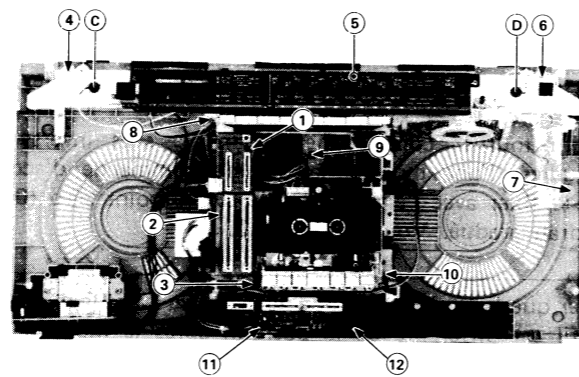

Figure 7-4
- 2) Remove the screws (1), (2) and (3) from the output volume/record level control P.W.B., and take the P.W.B. off. See Fig. 7-4.
- 2) Detach the built-in microphones (C) and (D) from the frame. See Fig. 7-4.
- 4) Remove the screws (4) to (7) from the frame, and take it off. See Fig. 7-4.
- 2) Pull out the built-in microphones (C) and (D), the socket (E) connected to the radio P.W.B. and the sockets (G) and (H) connected to the power amplifier P.W.B. See Figs. 7-4, 7-5 and 9-2.
- 3) Remove the screws (8) to (12) from the frame, and take it off.
- 2) Die Schrauben (1), (2) und (3) von der Ausgangslautstärke-/Aussteuerungsregler-Leiterplatte abschrauben und die Leiterplatte entfernen. Siehe Abb. 7-4.
- 2) Die eingebauten Mikrofone (C) und (D) vom Rahmen entfernen. Siehe Abb. 7-4.
- 4) Die Schrauben (4) bis (7) vom Rahmen abschrauben und den Rahmen entfernen. Siehe Abb. 7-4.
- 2) Die eingebauten Mikrofone (C) und (D), den an die Radio-Leiterplatte angeschlossenen Anschluß (E) und die an die Endverstärker-Leiterplatte angeschlossenen Anschlüsse (G) und (H) herausziehen. Siehe Abb. 7-4, 7-5 und 9-2.
- 3) Die Schrauben (8) bis (12) vom Rahmen abschrauben und den Rahmen entfernen.
- 2) Enlever les vis (1), (2) et (3) de la plaquette de montage imprimé de commande du niveau d'enregistrement/volume de sortie, et retirer la plaquette de montage imprimé. Voir la Fig. 7-4.
- 2) Détacher les microphones incorporés (C) et (D) du bâti. Voir la Fig. 7-4.
- 4) Enlever les vis (4) à (7) du bâti, et retirer celui-ci. Voir la Fig. 7-4.
- 2) Retirer les microphones incorporés (C) et (D), la douille (E) connectée à la plaquette de montage imprimé de radio, et les douilles (G) et (H) connectées à la plaquette de montage imprimé de l'amplificateur d'alimentation. Voir les Figures 7-4, 7-5 et 9-2.
- 3) Enlever les vis (8) à (12) du bâti, et retirer celui-ci.